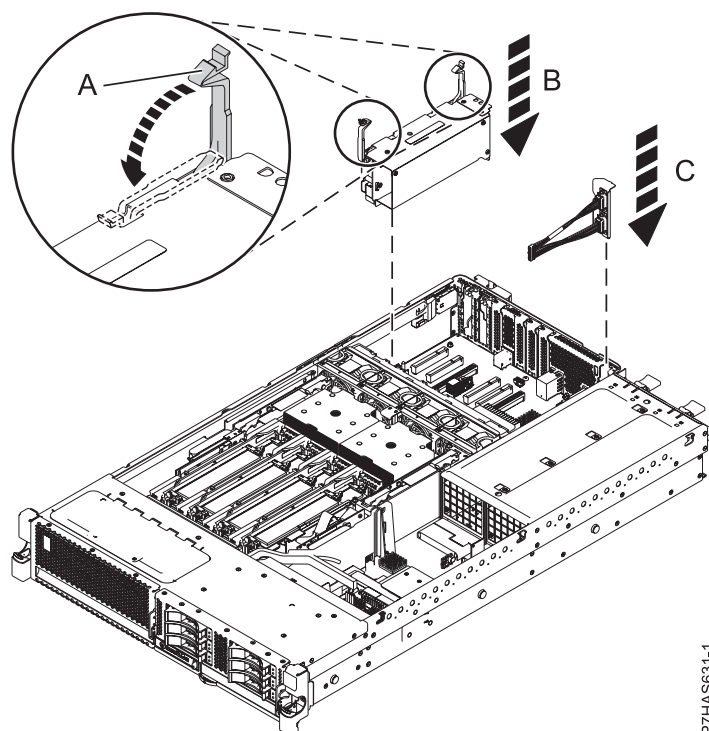

Figura 8. Substitució de l'adaptador GX FC EJ0G en un sistema
1. Prepareu la instal·lació del nou adaptador estirant els pestells (A) de l'adaptador (B) en la posició oberta. A la Figura 8 es mostra com instal·lar l'adaptador GX amb el codi de característica (FC) EJ0G al sistema. L'adaptador GX++ FC EJ0G (adaptador 12X IB2 de 2 ports amb un SPCN CD de 2 ports) està instal·lat a la ranura 2 (P1-C8) de l'adaptador GX i el conjunt de cables SPCN de 2 ports FC EJ0G està instal·lat a la ranura 1 (P1-C1) de l'adaptador GX.
2. Agafeu amb compte el nou conjunt de l'adaptador GX FC EJ0G pels seus pestells de plàstic (A), tal com es mostra a la Figura 8 i alineeu-lo amb la ranura 2 de l'adaptador GX i amb el seu connector a la placa posterior del sistema.
4. Gireu suaument els pestells (A) fins que quedin en posició de bloqueig, tal com es mostra a Figura 8.